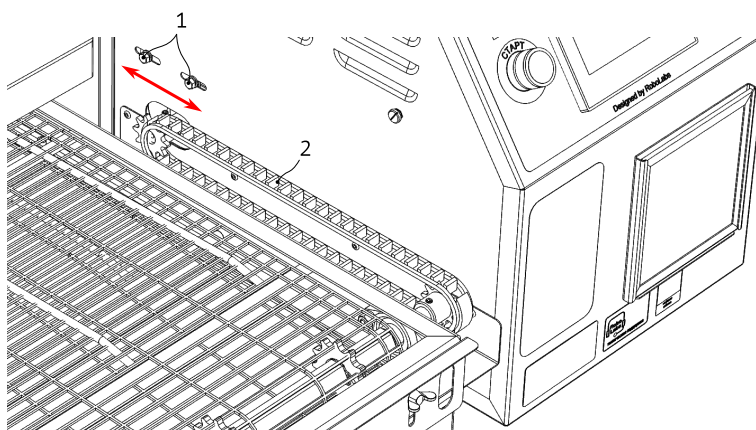

Рисунок 14
2. Ослабьте два болта 1 крепления двигателя, см. Рис. 14.